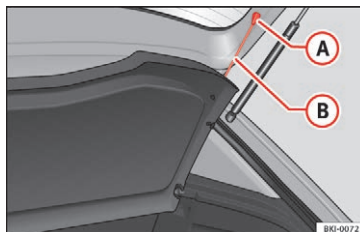

Fig. 140 I bagagerummet: af- og påmontering af bagagerumsafdækning
- Hægt stropperne » Fig. 140 (B) ud af holderne (A).
- Hægt båndene » Fig. 140 (B) fast på bagklappen.